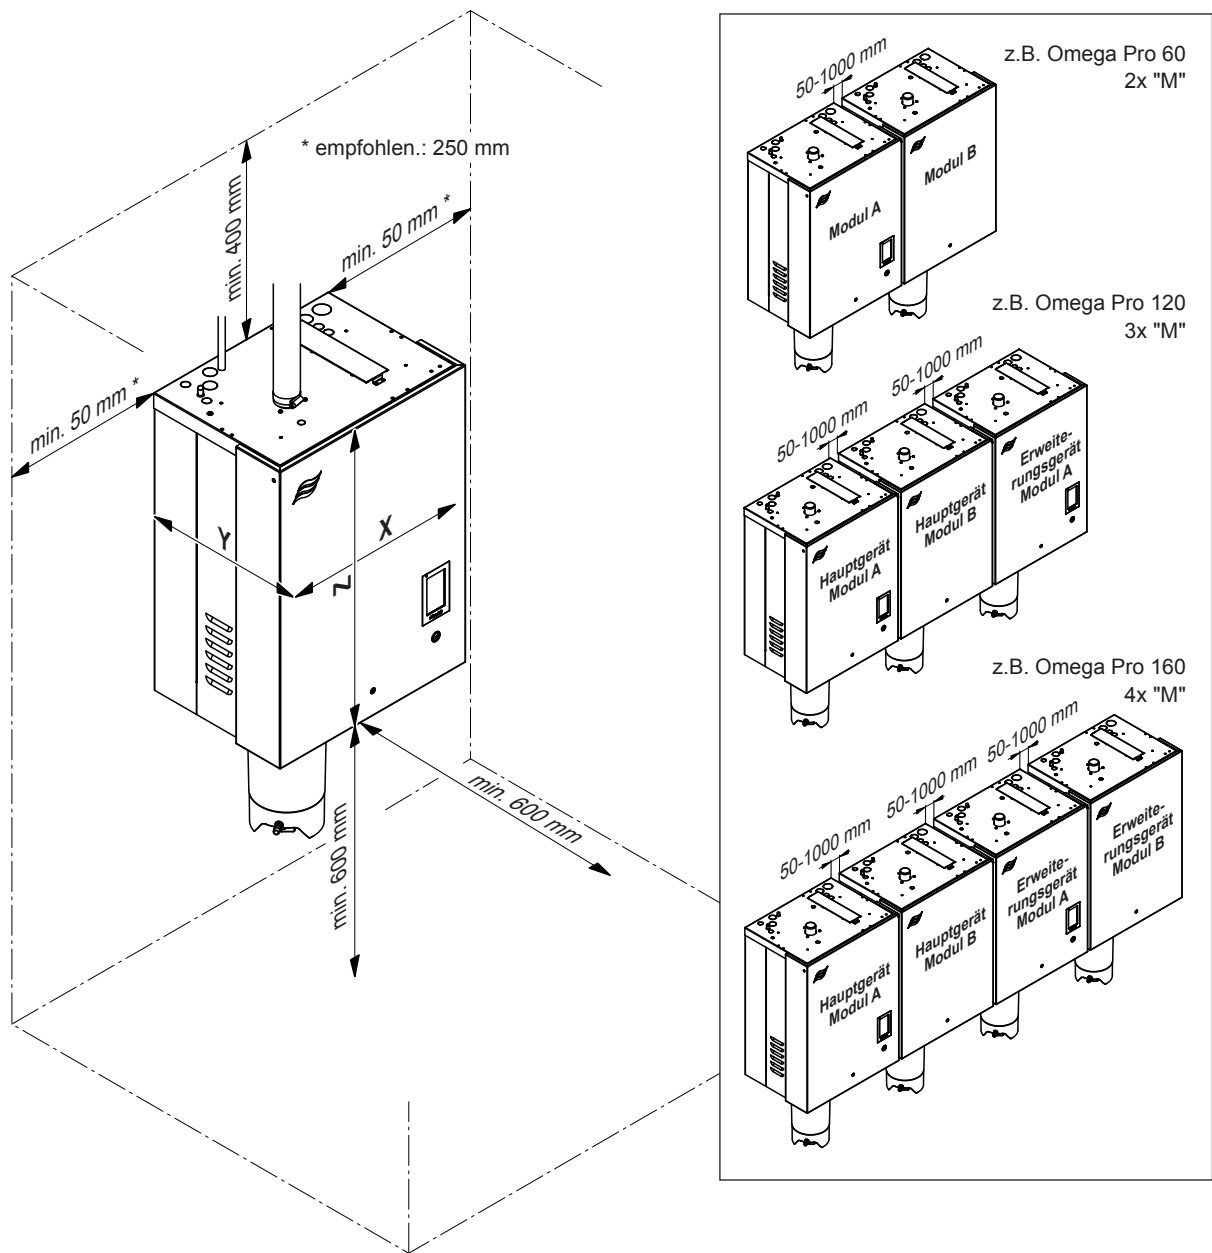

Abb. 9: Einzuhaltende Abstände
- Dampfgenerator so platzieren, dass das **Gerät gut zugänglich** und genügend Platz für die Wartung vorhanden ist. Die **Minimalabstände** gemäss Abb. 9 **müssen eingehalten werden**.
- Damit die mitgelieferten Kabel bei Doppelgeräten und Geräteverbundsystemen verwendet werden können, müssen die einzelnen Geräte in der angegebenen Reihenfolge mit einem maximalen Abstand von 50 mm nebeneinander und auf gleicher Höhe montiert werden (siehe Abb. 9).